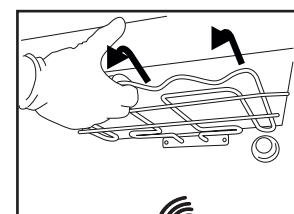
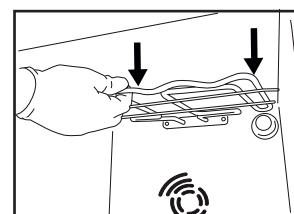

Fig. 1
Fig. 2
- Extrageți puțin rezistența (Fig. 1) și coborâți-o (Fig. 2).